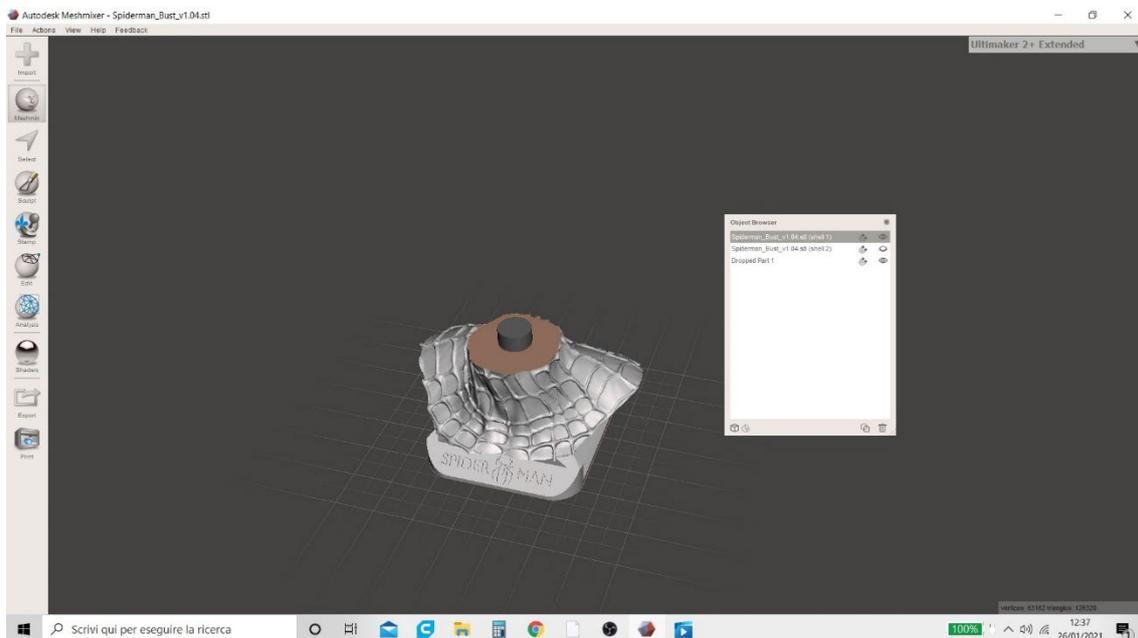

Figura 11 Meshmixer
4. Al termine di questa operazione, nella tabella che fornisce il riepilogo dei modelli presenti nel piano di lavoro, apparirà automaticamente un terzo modello denominato "Drop Part 1" (il nostro "Pivot" - Figura 11 Meshmixer).